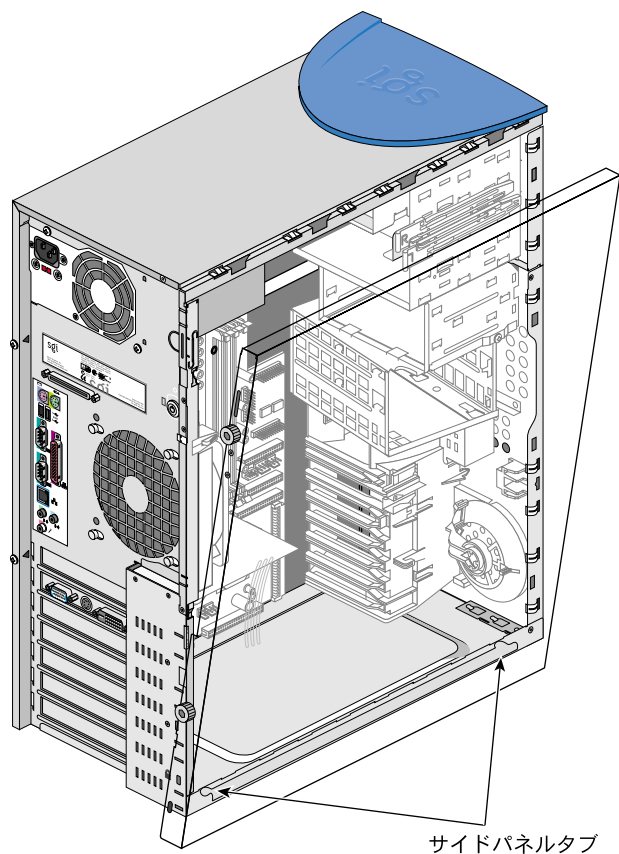

図2-31 サイドパネルの下部本体レールへの取り付け
- リアタブが本体の背面に当たり、サイドパネルがそれ以上動かなくなるまで、サイドパネルをシステムの後方にすべさせます。図2-31にその手順を図示します。